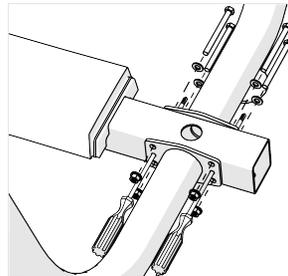

Abbildung 5
2. Schieben Sie jeweils eine Unterlegscheibe ⑤ über jede der vier Schrauben ③, setzen Sie dann von der gegenüberliegenden Seite der Mittelstütze aus die vier Schrauben ③ ein und bringen Sie an jeder Schraube eine Mutter ① an. Ziehen Sie die Befestigungselemente teilweise fest (Abbildung 5).